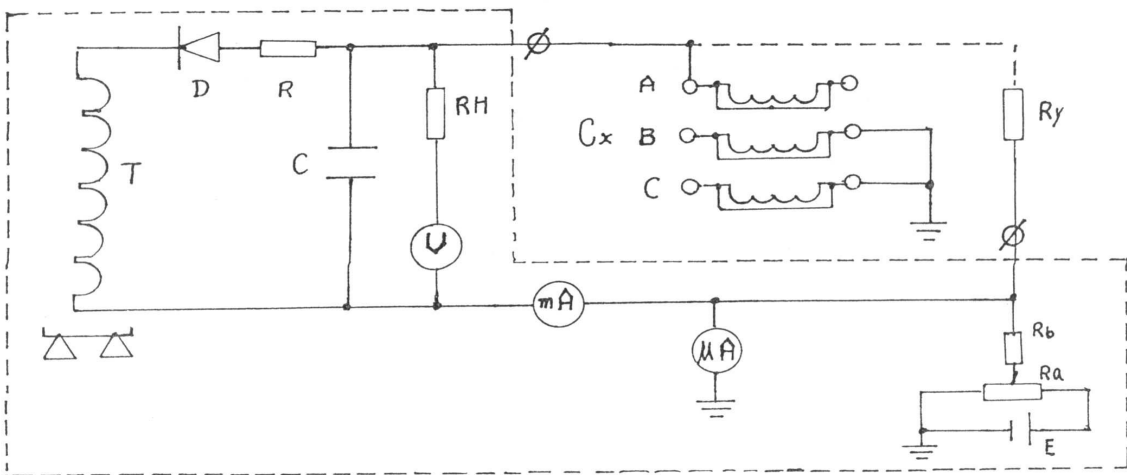

图 5 原理接线图 (测量水冷发电机定子 A 相图)
3. 试验前请检查所有试验接线是否接好。试验回路接地线应按本指南（图 5）所示一点接地。